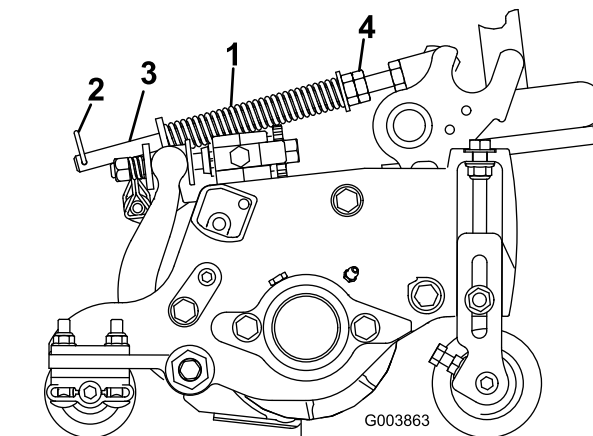

Figura 14
2. Aperte as porcas sextavadas na extremidade dianteira da haste da mola até que o comprimento da mola em compressão seja de 15,9 cm (Figura 14).
A mola de compensação de relva (Figura 14) transfere peso do cilindro dianteiro para o cilindro traseiro. Isto ajuda a reduzir o efeito ondulado na relva, também conhecido como ondulação ou “bobbing”.
1. Certifique-se de que o contrapino do gancho está instalado no orifício traseiro na haste da mola (Figura 14).